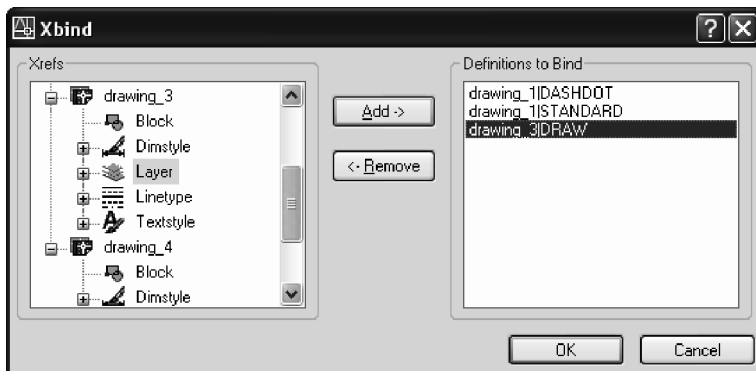

Fig. 6.114 Fereastra de dialog **Xbind**
2. În secțiunea **Xrefs** a ferestrei de dialog **Xbind** – vezi Fig. 6.114, se acționează cu butonul *mouse*-ului pe butonul (+) situat în dreptul uneia dintre referințele externe. În mod similar, se detaliază componentele (bloc, stil de cotare, strat, tip de linie și stil de text).